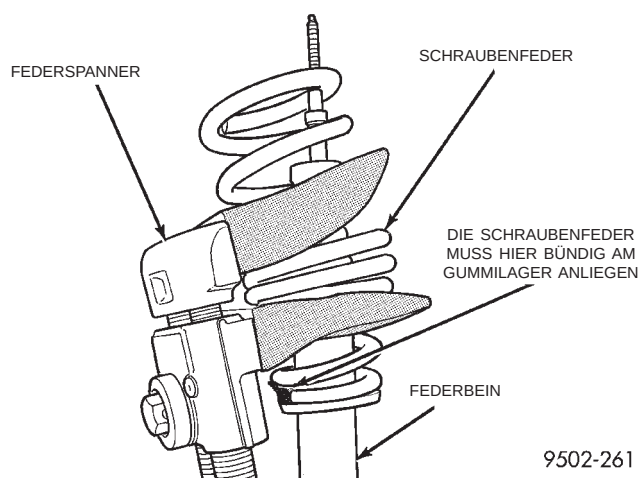

Abb. 94 Schraubenfeder und Federspanner
(12) Schraubenfeder und Federspanner zusammen (Abb. 94) vom Stoßdämpfer abbauen. **Die Federn so markieren, daß sie später wieder auf derselben Fahrzeugseite eingebaut werden.**
(4) Die Schraubenfeder mit den kleinen Wicklungen nach unten auf den Stoßdämpfer schieben. Die unterste Wicklung muß dabei korrekt auf dem unteren Gummilager sitzen (Abb. 94).